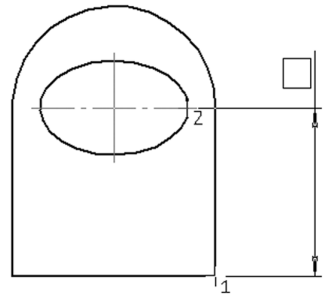

Рис. 11.15. Команда «Линейный размер»
- кнопка **Линейный размер**  предназначена для построения простого линейного размера — расстояния между двумя точками (рис. 11.15). Для этого необходимо выбрать 2 точки, между которыми необходимо поставить размер-расстояние, затем выбрать ориентацию (параллельный, горизонтальный или вертикальный — на панели параметров) и расположение размерного текста;